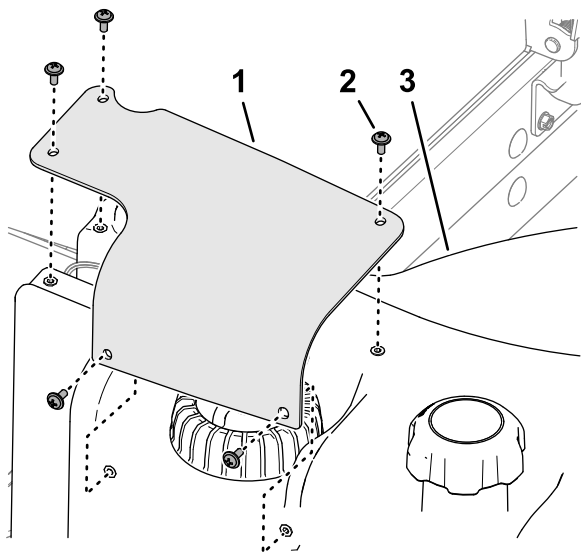

Figura 123
2. Îndepărtai cele 5 uruburi cu cap Phillips care fixează capacul transmiătorului pentru combustibil pe rezervorul de combustibil i scoatei capacul (**Figura 123**).